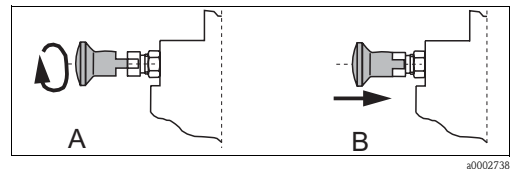

Fig. 21 : Goupille d'arrêt
4. Tournez la goupille d'arrêt de 90°, de sorte que les rainures plastique soient situées au-dessus des encoches (fig. 21, A).
5. Tournez le tube rétractable **dans le sens des aiguilles d'une montre** jusqu'à ce que la goupille d'arrêt s'enclenche (B).